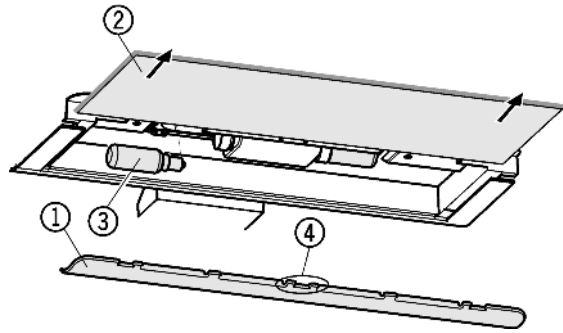

Fig. 14
- ▶ Снятие накладки Fig. 14 (1): сзади возьмитесь пальцем за накладку и снимите её с фиксатора.
- ▶ Извлеките стеклянную полку Fig. 14 (2).
- ▶ Лампу накаливания Fig. 14 (3) заменить.
- ▶ Установка накладки на место: защелкните справа и слева, следя за тем, чтобы средний крюк Fig. 14 (4) захватил стеклянную полку.